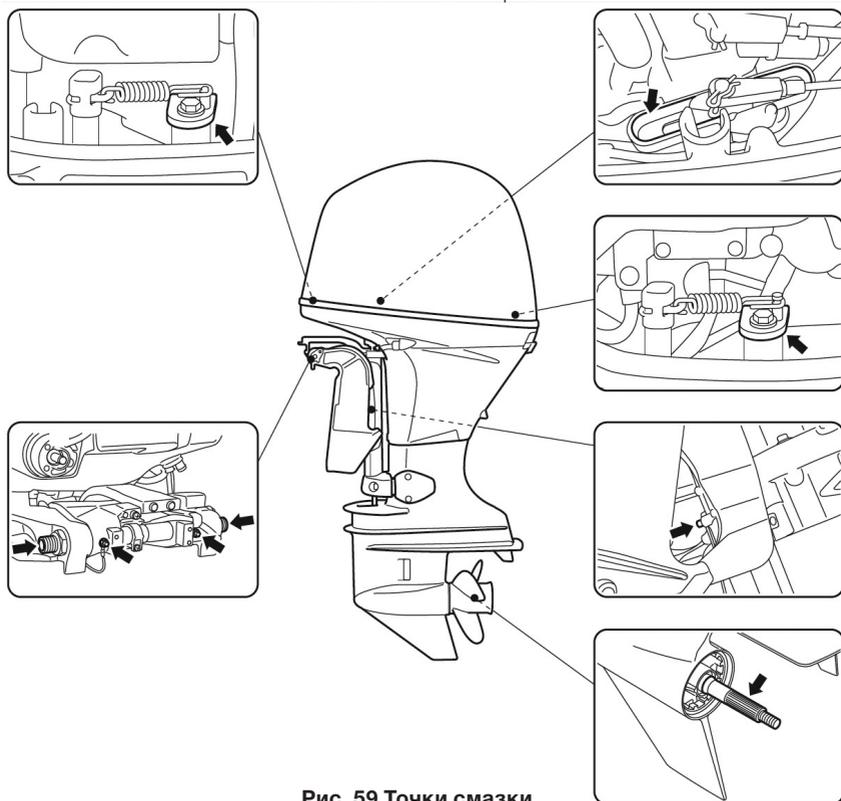

Рис. 59 Точки смазки
Точки смазки подвесного лодочного мотора показаны на Рис. 59.
2. Установите на вал упорную шайбу 1, гребной винт 2, втулку 3 и шайбу 4. Накрутите гайку 5 крепления гребного винта (Рис. 59).
4. Зафиксируйте гайку гребного винта с помощью шплинта 6 (Рис. 59), концы шплинта разогните.